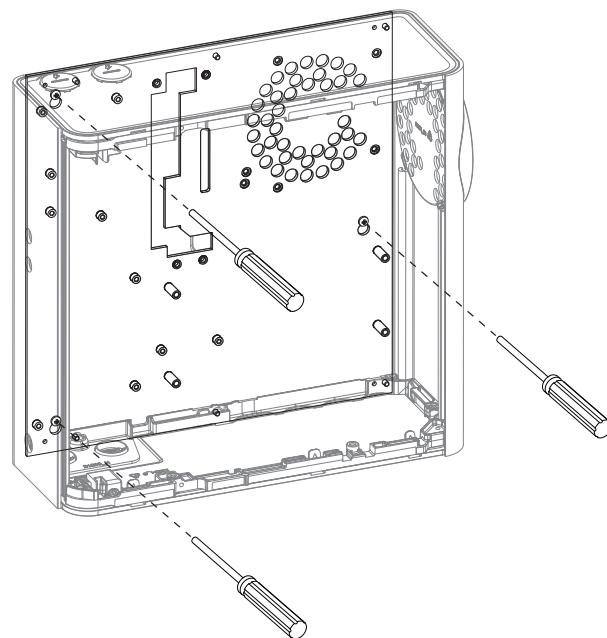

Рис. 4-14: Стопорный винт
9. Вставьте винт M4 в меньшую часть нижнего левого отверстия извещателя и затяните два других винта (Рис. 4-14).